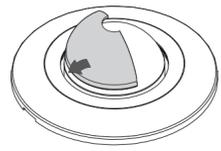

FIG. 12
- 4.5.2 Montagem das viseiras: existe um gancho circular na parte traseira do aro do detector e a viseira está desenhada com um sulco semicircular. Cada viseira pode fixar-se ao aro ajustando o sulco ao gancho circular (ver FIG. 12).